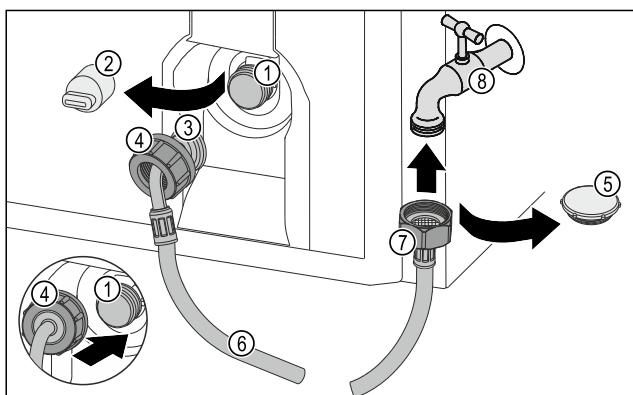

Fig. 55
- 移除密封盖 Fig. 55 (5)。
- 将软管直头 Fig. 55 (7)装在水龙头 Fig. 55 (8)上。
- 顺时针拧紧软管直头 Fig. 55 (7)上的螺母。